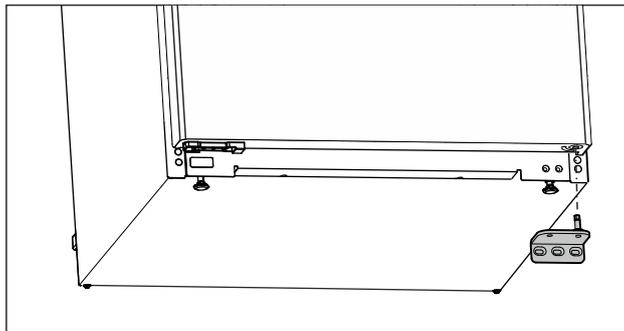

Fig. 12
- ▶ Desmontar el soporte del cojinete hacia abajo. (consulte Fig. 12)